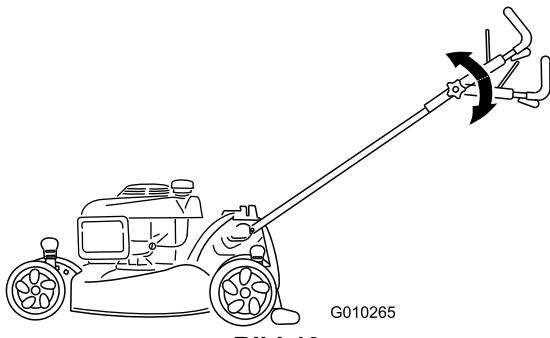

Bild 19
2. Positionieren Sie den oberen Bügel nach Wunsch (Bild 19).